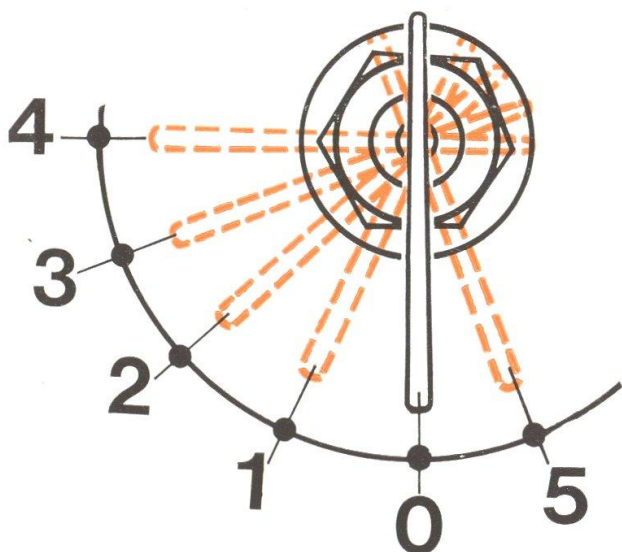

FIG. 5
Le commutateur de démarrage n'est en circuit que si le contacteur général (Fig. 5) est enclenché et le levier de gammes (Fig. 21) est au point mort.
Ce voyant rouge (2) marqué « PRESS » s'allume dès que la clé du contacteur général est amenée en position « 1 » (voir fig. 5). Il doit s'éteindre dès la mise en route du moteur et rester éteint durant l'utilisation du tracteur ; dans le cas contraire, arrêter immédiatement le moteur et rechercher la cause du manque de pression d'huile.
Le témoin de charge de la batterie permet de contrôler le comportement de l'alternateur, du régulateur de tension et du télerupteur. Le voyant (2) s'allume à l'arrêt dès que la clé du contacteur général (fig. 5) est au premier cran. Moteur en marche, il s'éteint immédiatement et ne doit s'éclairer pour aucun régime du moteur.